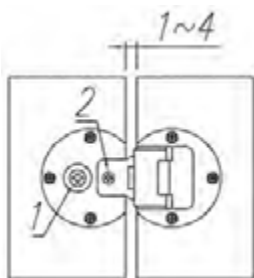

Рис. 9
- ослабьте фиксирующий винт №1 (рис.9),